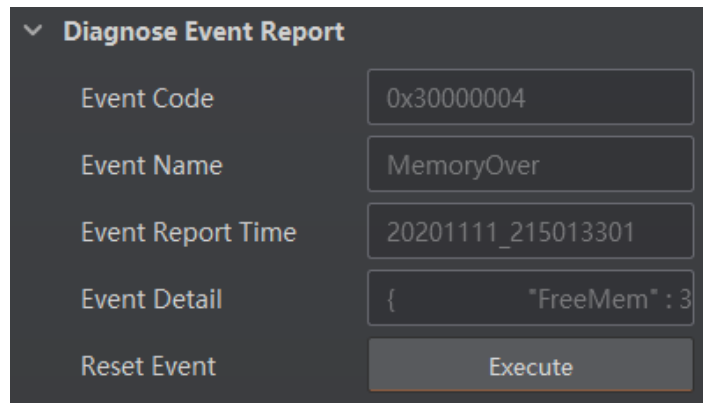

图4-102 数据统计
3. 查看相关数据，如图 4-102 所示，具体参数含义如下：